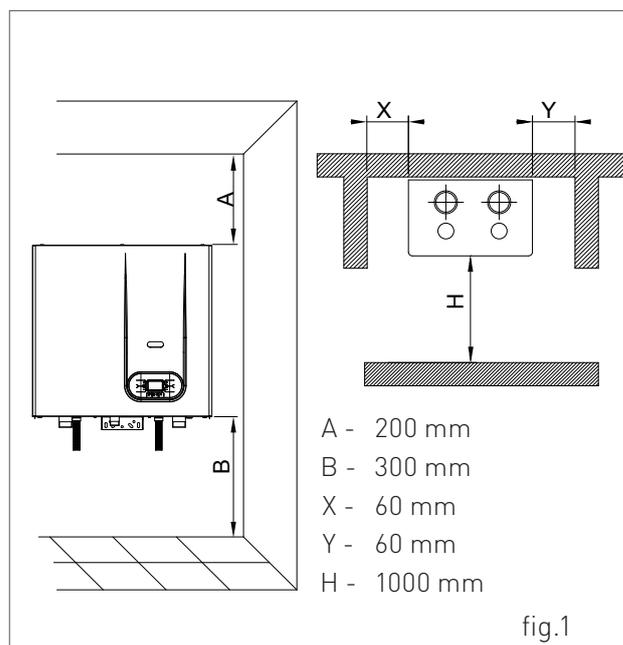

fig.1
A corredo della caldaia, viene fornito un "kit collettore sicurezze" omologato INAIL (cod. 65-00897, fig. 1), realizzato al fine di soddisfare le prescrizioni derivanti dalla progettazione come richiesto dalla Raccolta R - Edizione 2009" del Titolo II del DM 01/12/1975, fatto salve l'installazione del vaso di espansione e della valvola di intercettazione combustibile.
1. fissare a muro (fig. 1), con l'ausilio di fisher, la staffa superiore;
2. assemblare i profilati laterali 3 e 4 sui montanti 1 e 2 (fig.1);